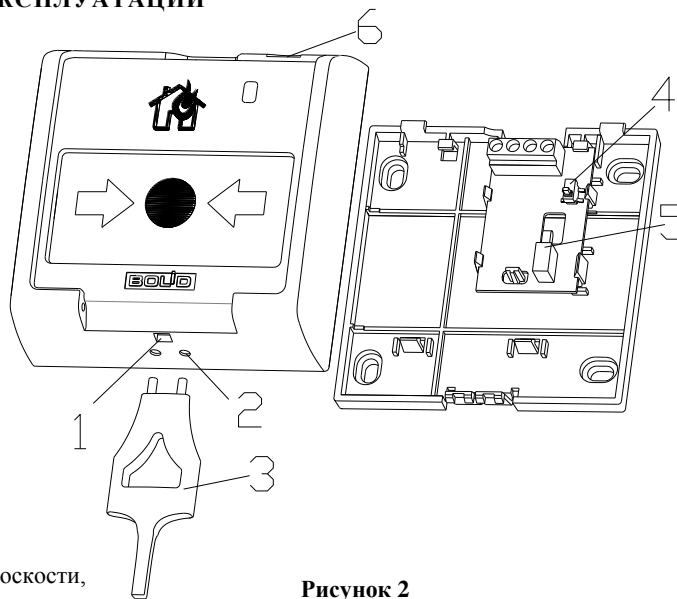

Рисунок 2
**Присвоение адреса.** Извещатель со вскрытым корпусом подключить к входу 1-го типа блока «Сигнал-10», находящемуся в состоянии «Снят», или к источнику питания напряжением от 10 В до 12 В. Через 6 секунд четырёхкратное мигание светодиода с периодом 1 секунда будет означать готовность к приёму адреса. Нажать на детектор вскрытия корпуса (см. рис.2 позиция 4). Отпустить после того, как светодиод засветится. Нажать на детектор вскрытия корпуса число раз, соответствующее нужному адресу (от 1 до 10). Длительность нажатий не менее 0.3 секунды. Через 5 секунд светодиод мигнёт число раз, соответствующее присвоенному адресу, и засветится на 0,5 секунды.